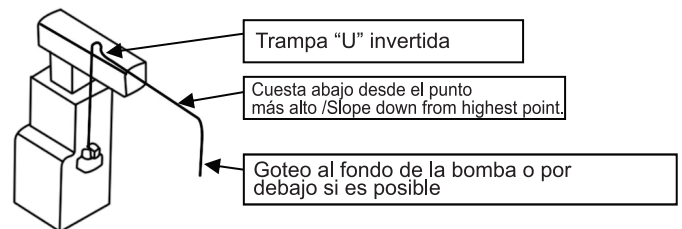

Figura 4
1. Coloque tubos flexible o tuberías desde el drenaje del evaporador hacia una de las tres entradas de la bomba. Asegure que la entrada de la tubería esté inclinada hacia abajo y así permitir que la gravedad fluya (Figura 4). Extienda la tubería de entrada hacia el tanque de 1 a 3 pulgadas para asegurar que no interfiera con la operación de flote indicada.